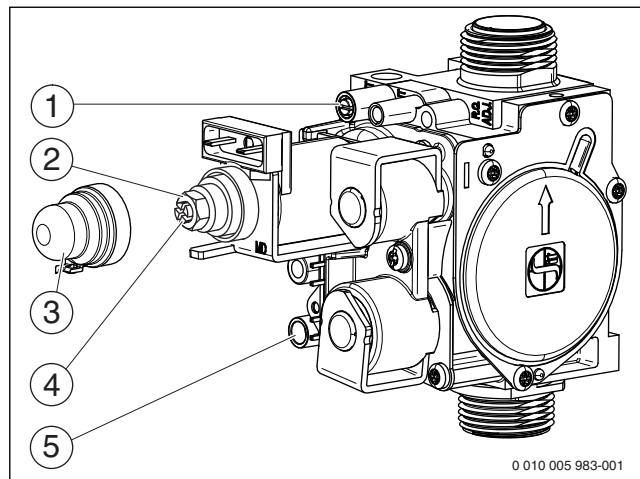

Рис. 26 Газовая арматура
- ▶ Отверните уплотнительный винт штуцера измерения давления на форсунках (рис. 26, [1]) и подсоедините U-образный манометр.
- ▶ Снимите крышку (рис. 26, [3]).
- ▶ Значение «тах» давления (мбар) на форсунках приведено в таб. на стр. 40. Установите давление на форсунках регулировочным винтом максимального расхода газа (рис. 26, [2]). Поворот направо - больше газа, поворот налево - меньше газа.
- ▶ Значение «тmin» давления (мбар) на форсунках приведено в таб. на стр. 40. Установите давление на форсунках регулировочным винтом минимального расхода газа (рис. 26, [4]).
- ▶ Выключите котёл и закройте газовый кран, отсоедините U-образный манометр и заверните уплотнительный винт (рис. 26, [1]).
- ▶ Отверните уплотнительный винт на штуцере измерения подаваемого давления газа (рис. 26, [5]) и подсоедините манометр.
- Установите и опломбируйте крышку (рис. 26, [3]).
- ▶ Снимите заглушку с измерительного штуцера дымовых газов (→ рис. 26, [1]).